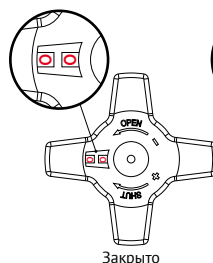

рис. 3
2. Полностью закройте клапан, значение индикатора показывает 0,0 (см. рис.3).